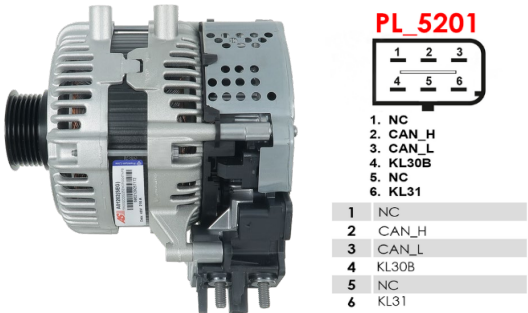

Рисунок 27. Стартер-генератор L1TA-11238 и обозначение терминалов в разъёме
- 1.1. В качестве примера на рис. 27 и таблице 6, приведена схема подключения стартер-генератора 48 В L1TA-11238.